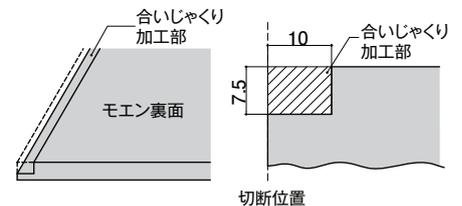

図2 モエン端部の加工
- ▶ 小型ミジキリに、実加工用刃物 (FX120S) をセットし、刃出し量7.5mmに調節し、モエン裏面出隅側端部に小型ミジキリで合いじゃくり加工を施す。(図2参照)